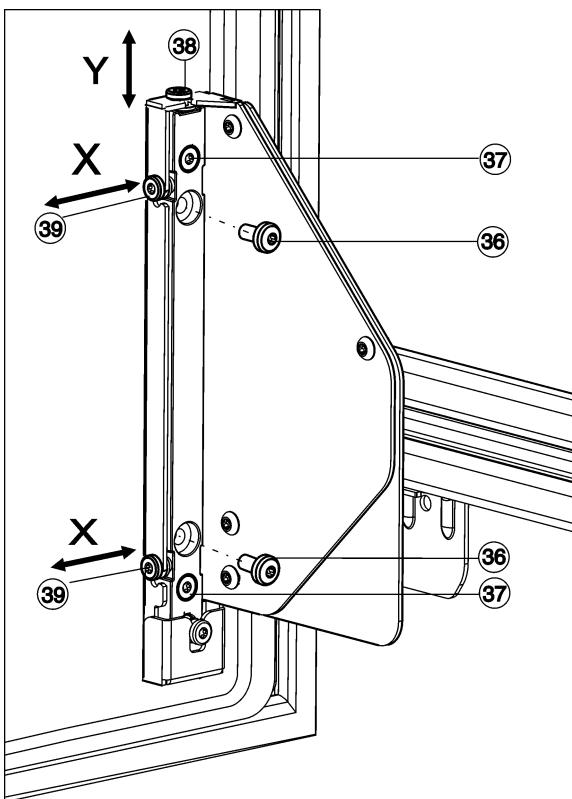

Fig. 28
- Dévisser entièrement les vis Fig. 28 (36).
- Les vis Fig. 28 (36) ne sont plus nécessaires, vous pouvez vous en débarrasser.
- Dévisser les vis Fig. 28 (37) d'1 à 2 tours.
- Tourner la vis d'ajustement (38). Dans le sens des aiguilles d'une montre : la porte bouge de max. 4 mm vers le haut. Dans le sens contraire des aiguilles d'une montre : la porte bouge de max. 2 mm vers le bas.
- Revisser toutes les vis Fig. 28 (37) à fond.
- Si les vis Fig. 28 (36) sont encore existantes, les dévisser entièrement.
- Ajuster les vis d'ajustement Fig. 28 (39) selon la direction d'ajustement latérale souhaitée.
- Revisser les vis Fig. 28 (37) à fond après avoir effectuer l'ajustement latéral.